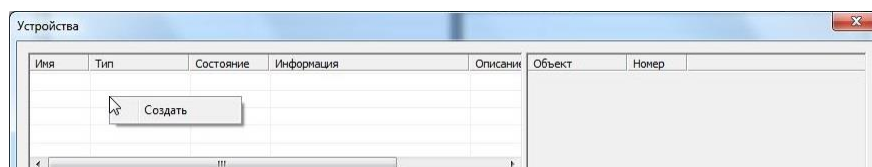

Рис. 13.3. Создание передающего устройства
2. В окне *Устройства* щелкните правой кнопкой мыши по свободному месту и в контекстном меню выберите пункт *Создать* (Рис. 13.3).